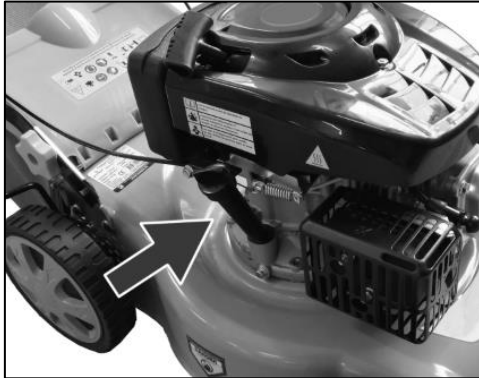

Рис.10-1
- Открутите мерный щуп и извлеките его. (Рис. 10-1)